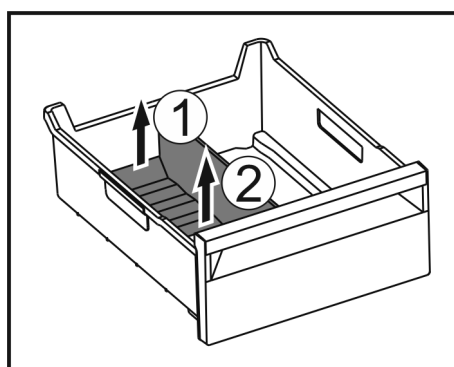

Fig. 166
- Levantar la parte posterior del separador para congelador. Fig. 166 (1)
- Extraer el separador para congelador hacia arriba. Fig. 166 (2)